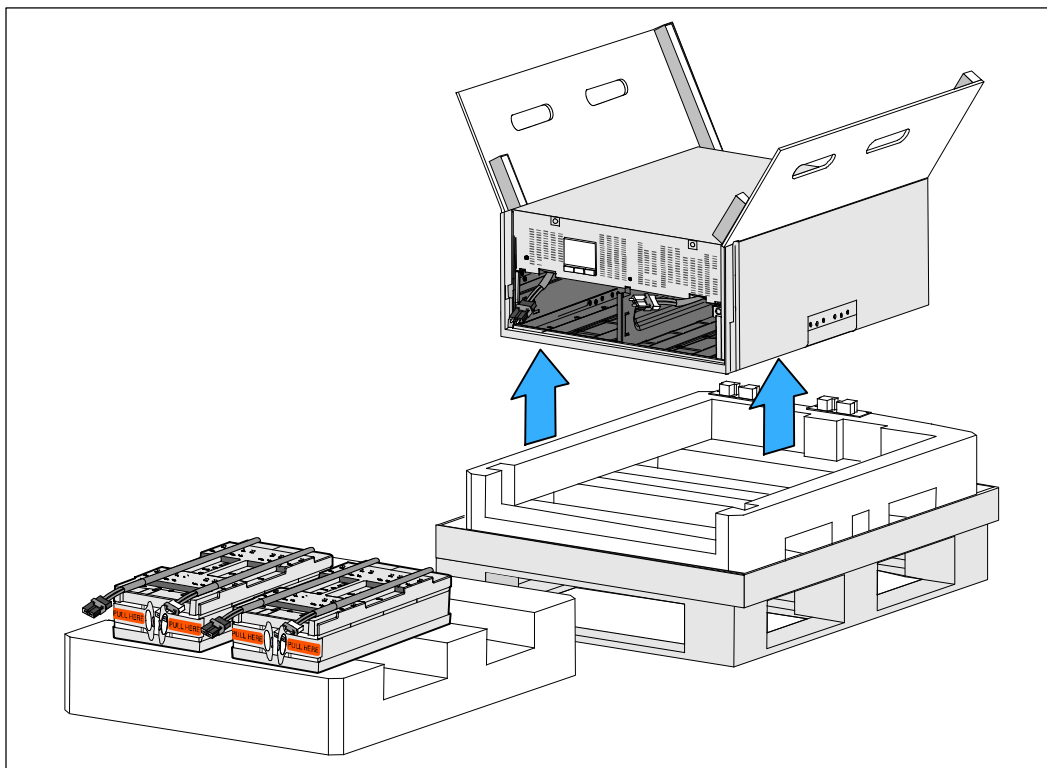

図 9. キャビネットの持ち上げ方
- 8 片側を一人ずつで持ち、段ボールのハンドル部分を使って、発泡スチロールからキャビネットを注意して持ち上げます(図 9を参照)。